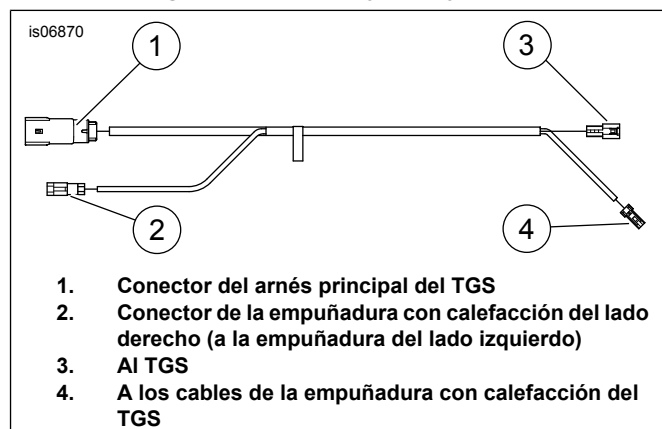

Figura 3. Arnés de puente del TGS
4. Vea Figura 3 . Sujete el **NUEVO** arnés de puente del TGS al TGS.
- a. Conecte el conector (3) al arnés del TGS.
- b. Conecte el conector (4) al conector de la empuñadura con calefacción.